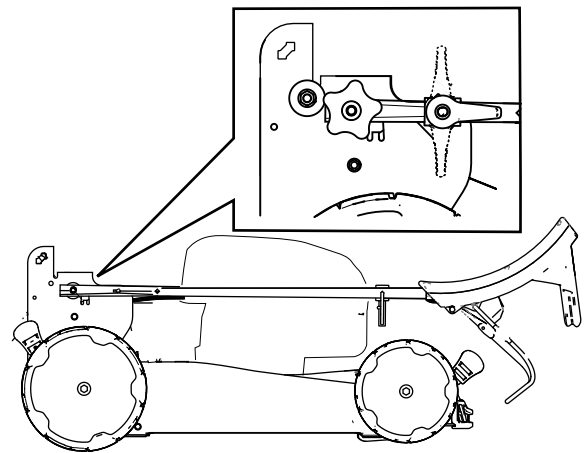

Figuur 21
1. Verwijder de elektrische startknop (Figuur 21).